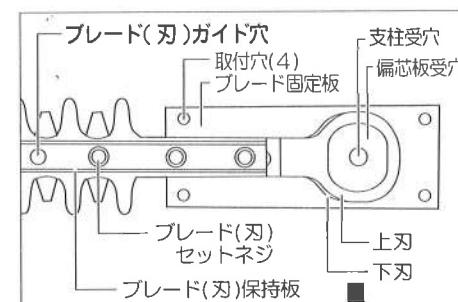

図5
- ブレード(刃)は、保持板に上刃と下刃をネジでセットしてあります。(図5参照)
- 上刃、下刃のブレード(刃)ガイド穴を揃えてください。(図5参照)
- 支柱受穴を偏芯板受穴の中心になるようにしてください。(図5参照)